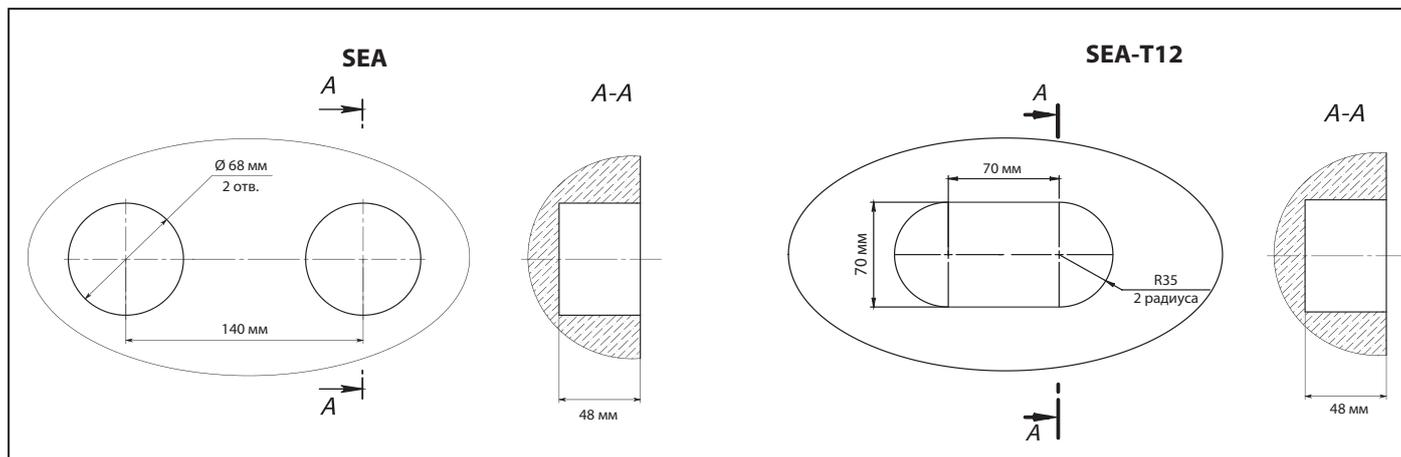

Рис. 17.
14. Установите панель управления SEA-T12 с блоком питания в предварительно подготовленные отверстия в стене (рис. 17). При выборе